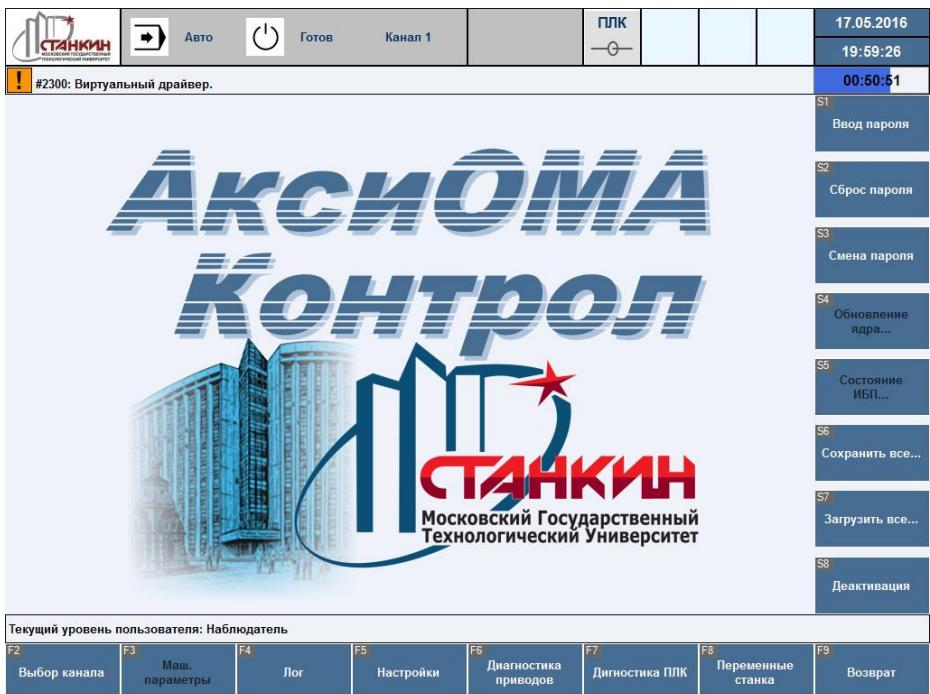

Рисунок 2 – Экран «Сервис»
- Нажать F8 «Сервис» → становится доступным набор S-клавиш в правой части экрана (Рисунок 2):
Текущий уровень доступа пользователя отображается в нижней информационной строке (см. Рисунок 2).
- F9 – возврат в окно выбора сервисных экранов (Рисунок 2).